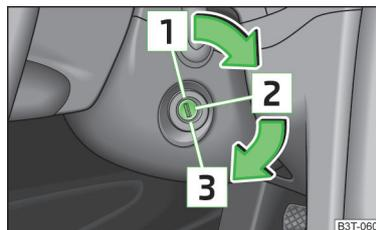

Abb. 118
- Während der Fahrt mit stehendem Motor muss der Zündschlüssel immer in der Stellung **Z** » Abb. 118 auf Seite 138 (Zündung eingeschaltet) sein. Diese Stellung wird durch das Aufleuchten einiger Kontrollleuchten im Kombi-Instrument angezeigt.
- Der Anlasser darf nur dann betätigt werden, wenn der Motor und das Fahrzeug steht. Wird der Anlasser bei laufendem Motor betätigt **3** » Abb. 118 auf Seite 138, kann der Anlasser bzw. der Motor beschädigt werden.
Benzinmotoren » Abb. 118
Dieselmotoren » Abb. 118
Wenn die **Lenkung gesperrt** ist und der Schlüssel sich nicht oder nur schwer in die Position  » Abb. 118 drehen lässt, dann ist das Lenkrad etwas hin und her zu bewegen - die Lenkungsverriegelung wird dadurch entriegelt.
- > Die Zündung einschalten  » **Abb. 118** auf Seite 138.
» **Abb. 118** auf Seite 138.